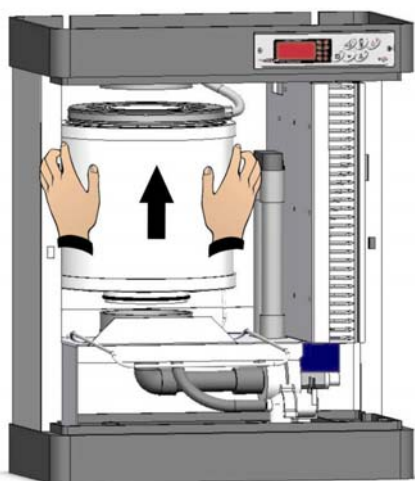
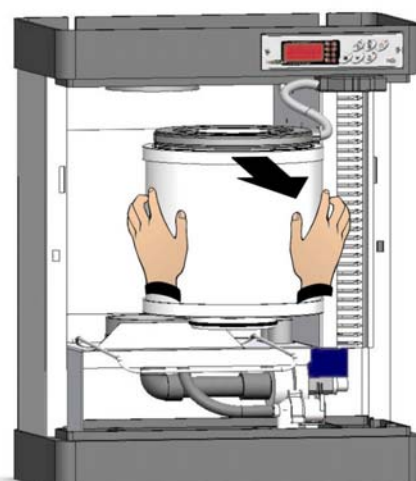

Fig. 33
Fig. 34
6. Enlevez le cylindre de la bride inférieure en l'extrayant vers le haut (fig. 33) et sortez-le de l'humidificateur (fig. 34).